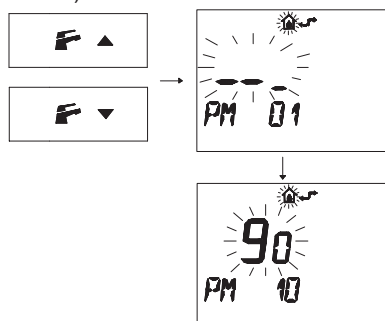

Рисунок 5.74
- Нажмите кнопки   или  , чтобы вывести на дисплей код **PM10** для выбора частоты повторного включения (Рисунок 5.74).
На Рисунок 5.74 показывается заданное значение **90**, которое соответствует повторному включению каждые 3 минуты. Диапазон регулировки от 0 до 8 с половиной минут.